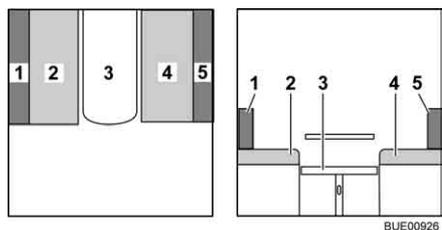

Bild 87 Während des Umbaus
- Das Rückenpolster (Bild 87,5) abnehmen und beiseite legen.
- Das Sitzpolster (Bild 87,2) zur Mitte ziehen.